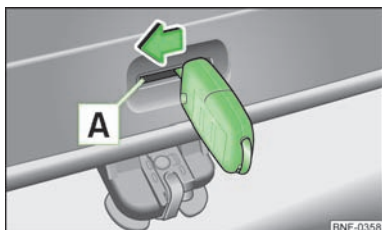

Fig. 16
- Inserire le chiavi della vettura o un utensile analogo nell'apertura  » fig. 16 nel rivestimento del bracciolo sino al completo arresto.